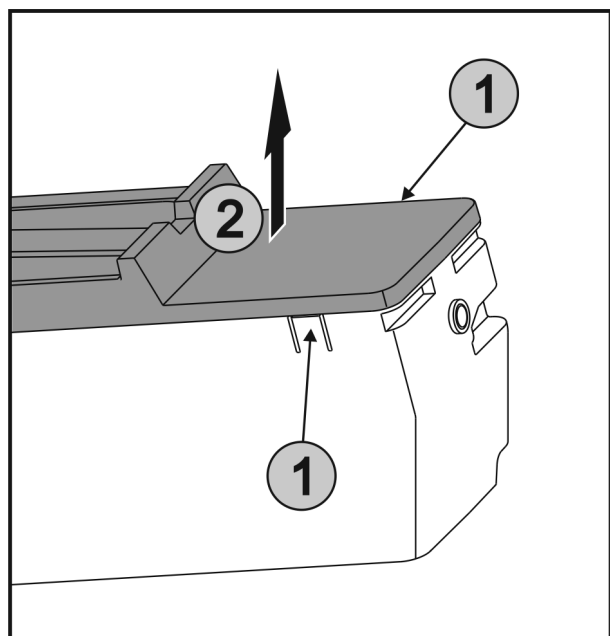

Fig. 49
- ▶ Wcisnąć jednocześnie nakładki Fig. 49 (1) znajdujące się po obu stronach EasyTwist-Ice, a pokrywę zdjąć podnosząc Fig. 49 (2) do góry.